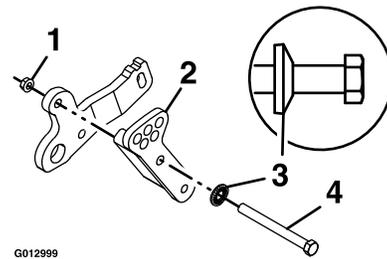

Figura 5
- B. Conecte el soporte del actuador al brazo de elevación de la carcasa trasera con un tornillo (7/16 x 4-1/2 pulgadas), una arandela de disco de muelle (7/16 pulgada) y una tuerca de reborde (7/16 pulgada), como se muestra en Figura 5. Apriete a mano contra el soporte.